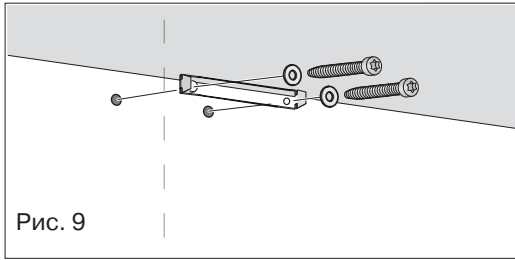

Рис. 9
4. Закрепите планку для крепления внутренней части кожуха вытяжки к стене (рис. 9).